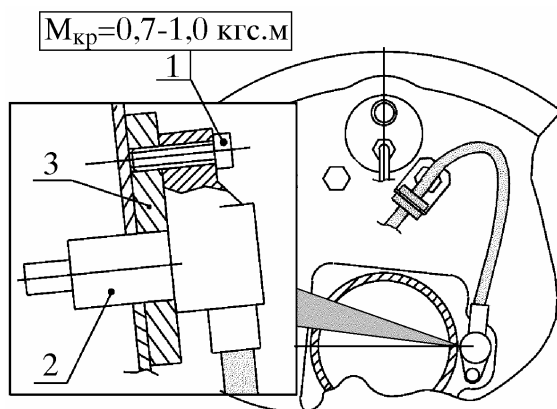

Рис. 9. Крепление левого (правого) заднего колесного датчика:
1) винт 1 (рис. 9) крепления датчика 2 к фланцу 3 кожуха полуоси затянуть с моментом от 0,86 до 9,8 Н.м (0,7 - 1,0 кгс.м)